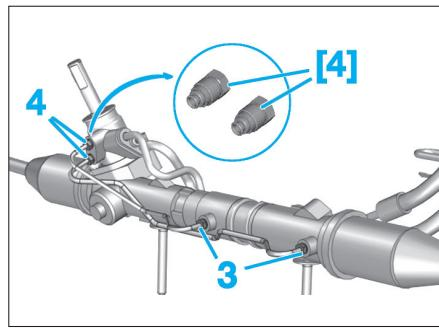

Fig. 36
- Desserrez les raccords (3) sur le vérin du mécanisme de direction (**Fig.36**).
- Désaccoupler les deux tuyaux d'alimentation (4) de la valve distributrice, et les écarter.